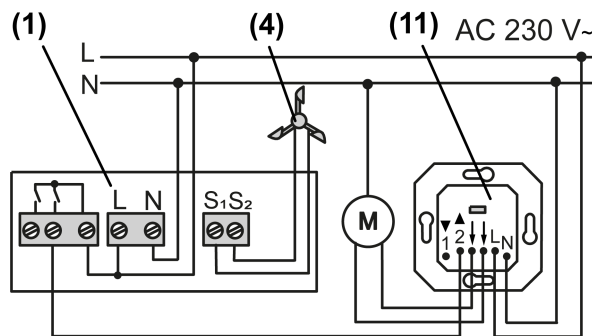

Bild 4: Anschlussplan Auswerteeinheit an Jalousiesteuerung (11)
- Gerät mit zwei Schrauben (10) befestigen.
- Leitungen ins Anschlussgehäuse einführen und nach Anschlussplan anschließen (siehe Bild 4).
- i** Die Verteilerklemme (5) dient zum Anschluss des Schutzleiters.